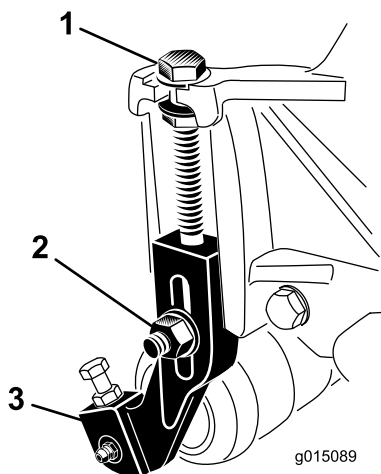

Рисунок 14
1. Ослабьте контргайки, которые крепят кронштейны высоты скашивания к боковым пластинам режущего блока (Рисунок 14).